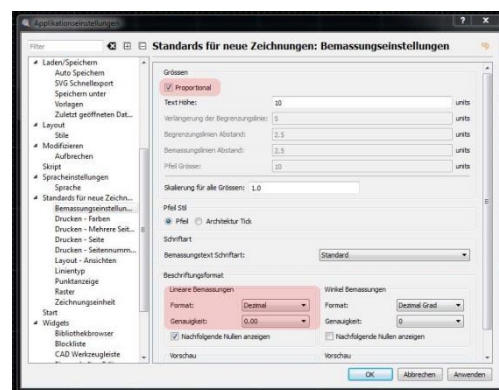

Bild 6
- Proportional: Häkchen gesetzt (Bild 6)
- Lineare Bemaßungen: Format + Genauigkeit (Bild 6)